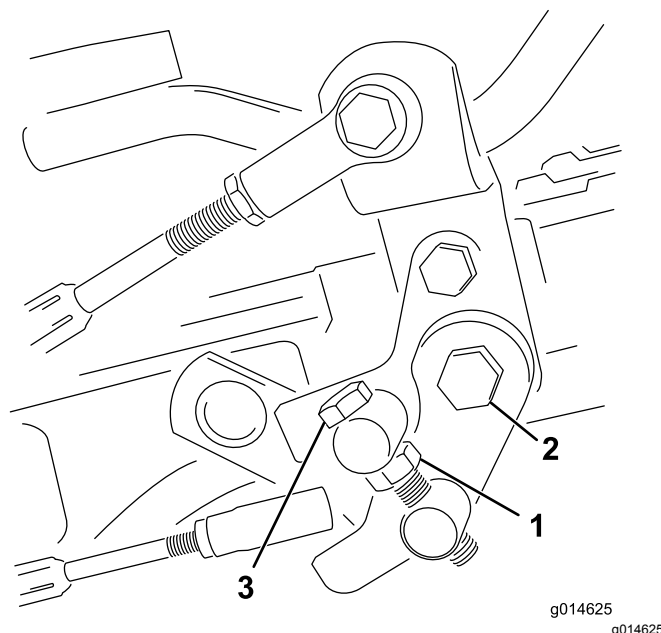

Figure 37
1. Desserrez l'écrou de blocage sur le boulon de tourillon (Figure 37).
4. Serrez l'écrou de blocage sur le boulon de tourillon et l'écrou sur le pivot de la pédale pour bloquer le réglage (Figure 37). Vérifiez le réglage et ajustez-le si nécessaire.